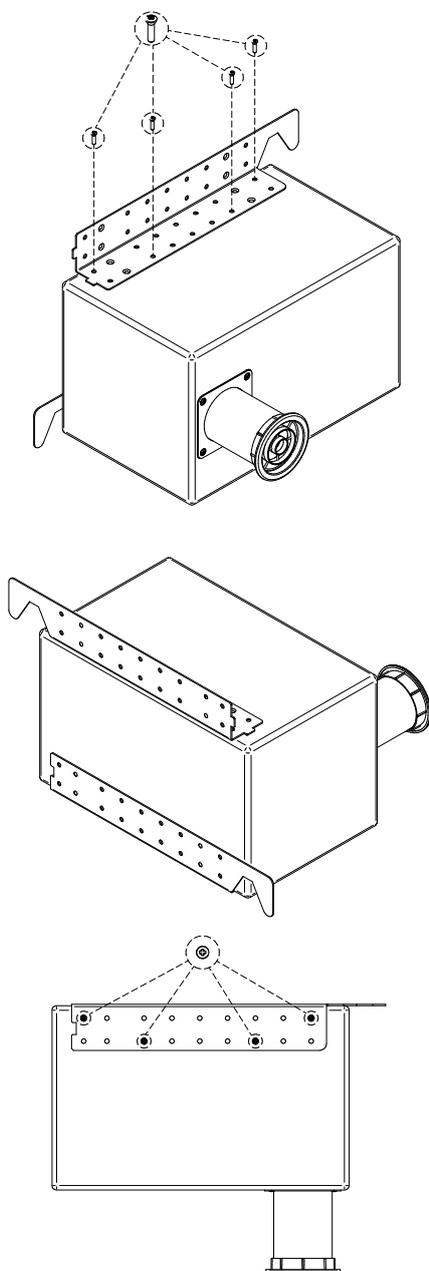

Figure 2 : schéma d'installation murale
1. Vissez la cornière métallique inférieure dans le mur, à la hauteur désirée. Rappelez-vous que la partie inférieure du TRAILS6T reposera sur cette cornière. Voir la figure 2.
3. Vissez la cornière supérieure au TRAILS6T à l'aide des vis fournies (figure 2), puis vissez-la au mur, en laissant le caisson reposer sur la cornière inférieure.